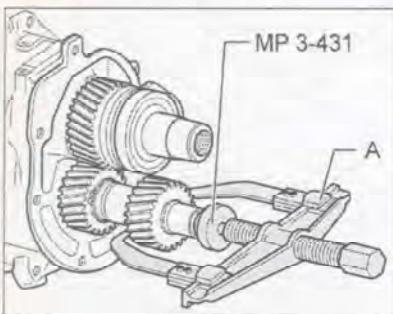

Рис. 7.197. Снимите шестернию 5-й передачи с помощью съемника Kukko 20/10 (A).
19. Снимите шестернию 5-й передачи с помощью съемника Kukko 20/10 (A) (рис. 7.197).